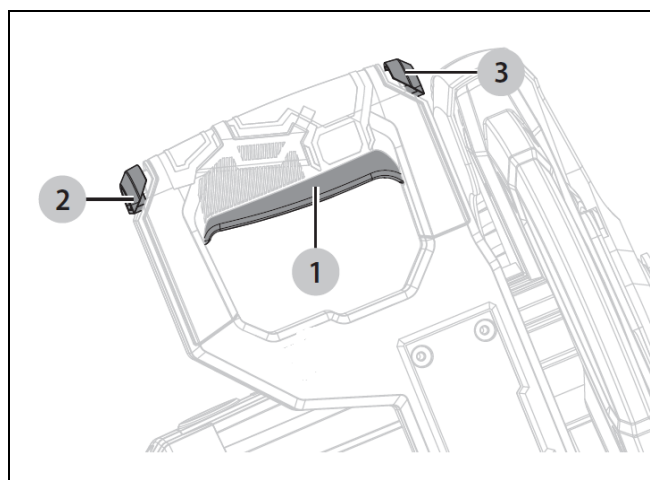

Fig.19
Переключатель ВКЛ./ВЫКЛ. (ON/OFF) (Рис.19)
5.1 Включение пилы (Рис. 19)